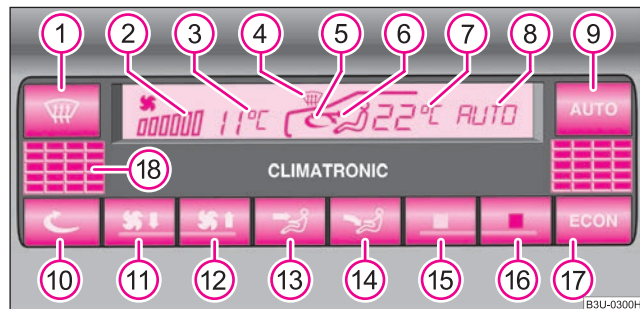

Fig. 109 Climatronic: Comandi
Tenere premuto il tasto  ⇒ pag. 96, fig. 109 e premere quindi il tasto . Sul display appare l'unità di misura della temperatura.
- Tenere premuto il tasto **15** o **16** ⇒ pag. 96, fig. 109 fino ad ottenere il valore di temperatura desiderato. ►
Il numero di segmenti visualizzati sul display  ⇒ pag. 96, fig. 109 corrisponde alla velocità del ventilatore.